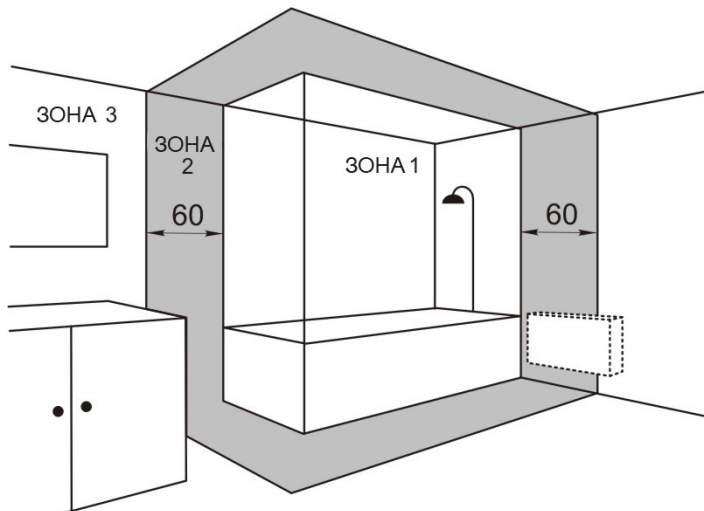

Рис.3
- При установке в ванной комнате, Рис.3:
Конвектор является брызгозащищенным. Тем не менее он может быть установлен только в Зоне 3, см. Рис. 3